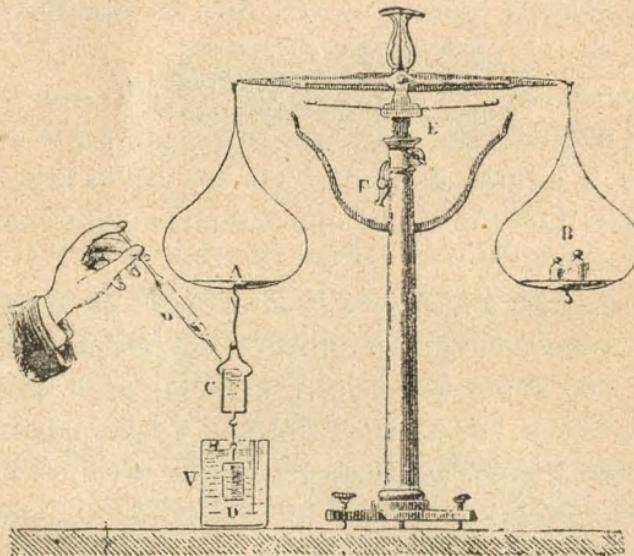

Fig. 30.—Demostración experimental del principio de Arquimedes.
2. **Demostración experimental.** — El principio de Arquimedes se puede demostrar por medio de la balanza hidrostática. La *balanza hidrostática* (fig. 30) es una balanza ordinaria cuyo fiel puede bajar ó subir fácil-